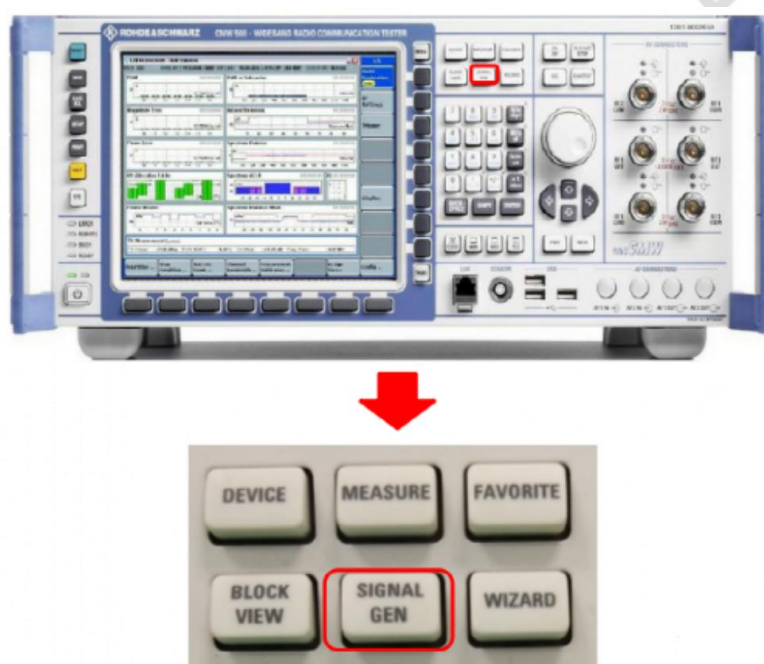

图 3-1
- 在综测仪按键区左上方找到【**SIGNAL GEN**】并按下此按钮，如图 3-1，可以进入到仪器的选择界面；